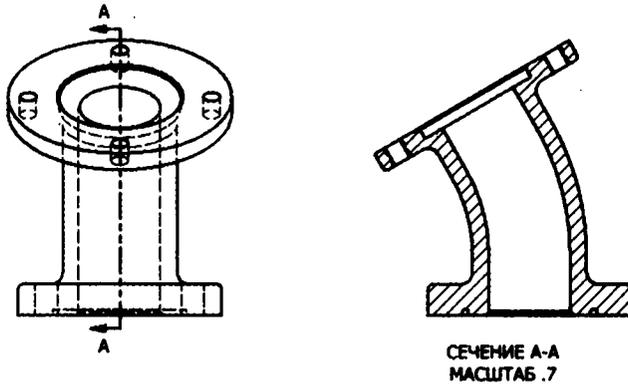

Рис. 2.7. Выполненное сечение
7. Кликните в рабочем пространстве в точке, где необходимо разместить вид, тогда сформируется его геометрия. На рис. 2.7 показан результат.